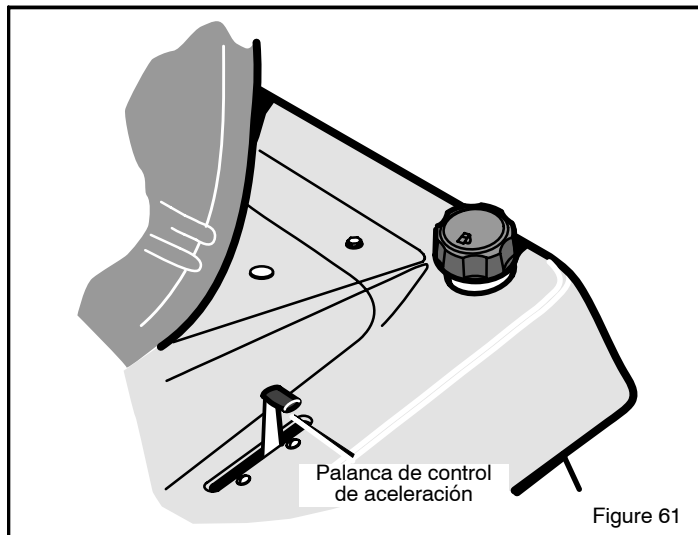

Figure 61
4. Empuje completamente hacia adelante la palanca de control de aceleración hasta la posición AHOGAR o RÁPIDO (Figure 61).